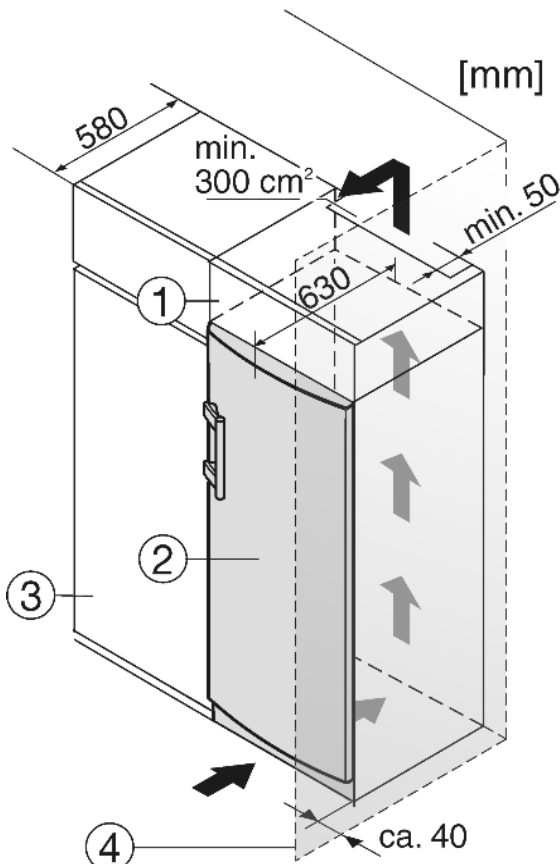

Fig. 8
- (1) Aufsatzschrank (3) Küchenschrank
(2) Gerät (4) Wand
Das Gerät kann mit der Kücheneinrichtung umbaut werden. Um das Gerät *Fig. 8 (2)* der Küchenzeilenhöhe anzugleichen, kann über dem Gerät ein entsprechender Aufsatzschrank *Fig. 8 (1)* angebracht werden.
Beim Umbau mit Küchenschränken (Tiefe max. 580 mm) kann das Gerät direkt neben dem Küchenschrank *Fig. 8 (3)* aufgestellt werden. Die Gerätetür steht seitlich 34 mm und in der Gerätemitte 50 mm gegenüber der Küchenschrankfront vor. Sie lässt sich dadurch einwandfrei öffnen und schließen.
Wenn das Gerät mit den Scharnieren neben einer Wand *Fig. 8 (4)* aufgestellt wird, muss der Abstand zwischen Gerät und Wand mindestens 40 mm betragen. Dies entspricht dem Griffüberstand bei geöffneter Tür.